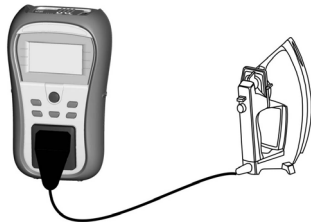

Figura 5.14: Medição da corrente de fuga equivalente
- Conecte o aparelho a testar ao instrumento (ver figura 5.14).